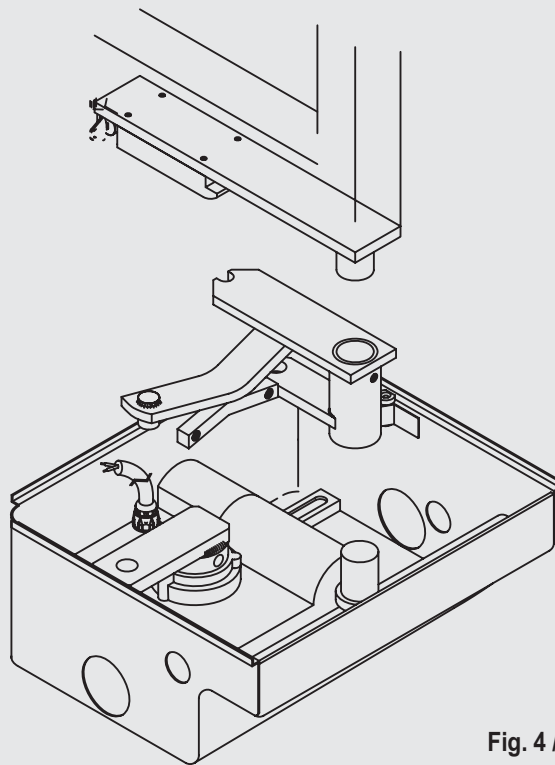

Fig. 4 / Abb. 4
5. Sistemare la **biella** come giunzione delle parti. Se necessario dare alimentazione al motoriduttore a brevi impulsi per trovare la giusta fase. (fig. 4)
5. Installer la bielle de manière à unir les parties. Si nécessaire alimenter par à-coups le moto-réducteur pour trouver la phase qui convient. (fig. 4)
5. Montar la **biela** de conexión de las partes. Si es necesario, se dará alimentación al motorreductor a breves impulsos, para encontrar la fase adecuada. (fig. 4)
5. Install the connecting rod as joint between the parts. If necessary power the gearmotor in short pulses to find the right phase. (fig.4)
5. Die **Triebstange** als Verbindung der Teile plazieren. Falls notwendig, den Getriebemotor mit Strom in kurzen Impulsen versorgen, um die richtige Phase zu finden. (Abb.4)
5. Monteer de **drijfstang** als koppeling van de onderdelen. Zet indien nodig de motorreductor met korte impulsen onder stroom om de juiste fase te vinden. (fig.4)